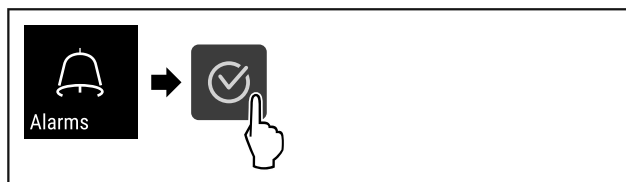

Fig. 143
- ▶ Suivre les étapes (voir Fig. 143) .